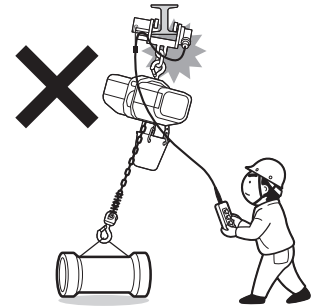
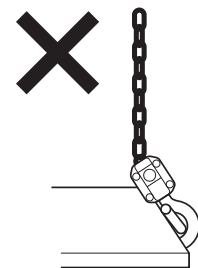

図42
図43
- (3) トロリ付で使用する場合、斜め引きはトロリに無理な力がかかります。トロリの真下でつってください。(図42)
- (4) 地球づり(建屋構造物に引っ掛ける操作など)をしないでください。
- (5) 運転中は荷から気をそらさないでください。
- (6) つり上げた荷を長時間放置しないでください。
- (7) 荷をつったまま運転位置を離れないでください。
- (8) 荷やフックブロックを揺らす運転はしないでください。
- (9) 巻上げ過ぎ、巻下げ過ぎはしないでください。
- (10) 上下限のリミットスイッチを、常時使って止める使い方はしないでください。
- (11) 荷物や玉掛け用具などでチェーンバケットを突き上げないでください。
- (12) フックに荷を掛けるときは、必ずフック中心の正しい位置に掛けるように使用してください。
- (13) フックの先端で絶対に荷をつってはいけません。(図43)